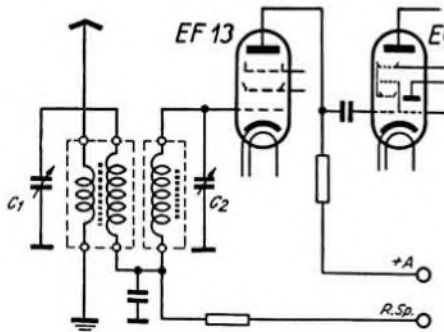
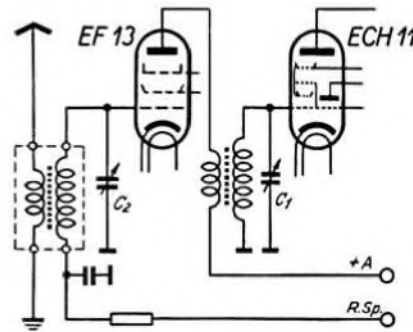
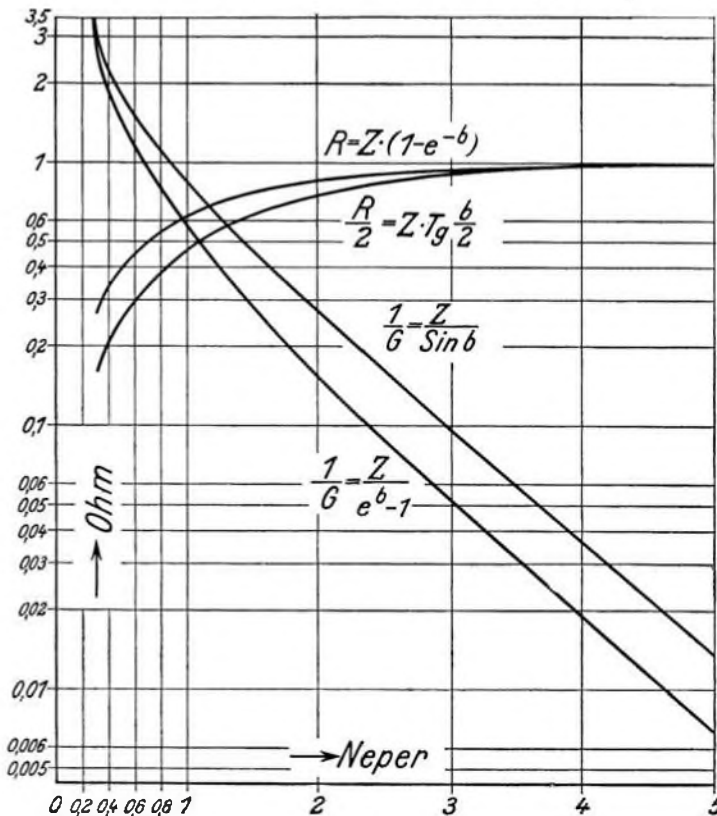

Bild 1. Bandfilter-Eingangsschaltung.
Bild 2. Eingangs- und Zwischenkreis.
Bild 3. Kurvenblatt zur Ermittlung der R- und  $\frac{1}{G}$ -Werte. Ohm = f (Neper).
kurzer Wellen sehr vorteilhaft auswirkt. Solche Schaltungen hat man bisher mit einfachem Eingangskreis versehen und zwischen die Eingangs- und Mischröhre einen Abstimmkreis geschaltet. Neuerdings werden jedoch andere Wege beschritten. Zum Empfang der Mittel- und Langwellen liegt entsprechend Bild 1, in dem der besseren Übersicht wegen nur ein Wellenbereich gezeichnet ist, zur Eingangsselektion ein Bandfilter vor der Eingangsröhre, während die Kopplung zwischen Eingangs- und Mischstufe über ein aus Kondensator und Widerstand bestehendes Kopplungsglied erfolgt. Zum Empfang kurzer Wellen wird eine hiervon abweichende Schaltung angewandt. Nach Bild 2 ist nur ein einfacher Eingangskreis vorhanden und zwischen Eingangs- und Mischröhre an Stelle des Kopplungsgliedes ein Abstimmkreis, bestehend aus Kondensator und Spule, geschaltet. Der Zweck dieser Schaltmaßnahme ist folgender: Legt man für Mittel- und Langwellen zwischen die Vor- und Mischröhre einen Abstimmkreis, so läßt sich hierdurch wohl die höchstmögliche Verstärkung erzielen. Leider tritt aber andererseits eine ganz unerwünschte Bandbescheidung ein, die eine Verschlechterung der Wiedergabe zur Folge hat. Verwendet man hingegen an Stelle des Abstimmkreises ein Kopplungsglied, so wird die Empfindlichkeits- und Trennschärfe-Steigerung nur soweit ausgenutzt, daß eine Verschlechterung der Wiedergabe nicht eintritt. Bei KW-Empfang tritt an die Stelle des Kopplungsgliedes ein Abstimmkreis, der die höchste Verstärkungsmöglichkeit gewährleistet und einwandfreien KW-Empfang sichert. Diese Maßnahme ist ohne Bedenken möglich, da eine Bandbescheidung im KW-Bereich nicht kritisch ist. Die praktische Ausführung einer nach vorstehenden Gesichtspunkten ausgeführten Schaltung ist aus Bild 3 ersichtlich. In der Eingangsstufe ist die rauscharme Röhre EF 13 vorgesehen. Die beiden Widerstände 140 kΩ und 210 kΩ am Schirmgitter der Röhre bewirken eine stark gleitende Schirmgitterspannung. Ersetzt man diese Widerstände durch zwei andere von je 80 kΩ, so erreicht man hierdurch ein schwächeres Gleiten der Schirmgitterspannung1). An Stelle der EF 13 ist auch die EF 11 verwendbar; die Widerstände von 140 und 210 kΩ wären dann gegen solche von 50 kΩ auszutauschen. Der Kathodenwiderstand für die EF 11 beträgt 250 Ω. Gegenüber der EF 13 ist bei der EF 11 das Schutzgitter bereits innerhalb der Röhre mit der Kathode verbunden. Das Eingangs-Bandfilter ist normal geschaltet und unterscheidet sich von der üblichen Schaltung lediglich dadurch, daß der erste Drehkondensator abschaltbar ist und einmal an den ersten Kreis des Eingangsbandfilters oder an den zwischen der EF 13 und ECH 11 liegenden KW-Abstimmkreis angeschlossen wird. Die vom Drehkondensator nach dem Wellenschalter, und von da nach den beiden Spulen führenden Leitungen sind möglichst kurz und vorsichtig zu verlegen, damit sie keinen induktiven Einflüssen unterworfen sind. Von einer Abschirmung dieser Leitungen ist abzuraten, da erhebliche Verluste bei KW-Empfang entstehen können.
kurzer Wellen sehr vorteilhaft auswirkt. Solche Schaltungen hat man bisher mit einfachem Eingangskreis versehen und zwischen die Eingangs- und Mischröhre einen Abstimmkreis geschaltet. Neuerdings werden jedoch andere Wege beschritten. Zum Empfang der Mittel- und Langwellen liegt entsprechend Bild 1, in dem der besseren Übersicht wegen nur ein Wellenbereich gezeichnet ist, zur Eingangsselektion ein Bandfilter vor der Eingangsröhre, während die Kopplung zwischen Eingangs- und Mischstufe über ein aus Kondensator und Widerstand bestehendes Kopplungsglied erfolgt. Zum Empfang kurzer Wellen wird eine hiervon abweichende Schaltung angewandt. Nach Bild 2 ist nur ein einfacher Eingangskreis vorhanden und zwischen Eingangs- und Mischröhre an Stelle des Kopplungsgliedes ein Abstimmkreis, bestehend aus Kondensator und Spule, geschaltet. Der Zweck dieser Schaltmaßnahme ist folgender:
Rechts: Bild 3. Vollständige Eingangsschaltung mit Bandfiltereingang und Vorröhre.
Bild 1 a. Ersatzschaltung des L-Reglers.
Bild 1 b. Schematische Schaltung des L-Reglers (Anpassung nach dem Eingang).
Bild 1 c. Schematische Schaltung des L-Reglers (Anpassung nach dem Ausgang).
Die Berechnung der Regler ist — abgesehen davon, daß man Tabellen der e- und Hyperbelfunktionen zur Hand haben muß — ziemlich langweilig. Wir haben deshalb die R- und G-Werte für  $Z = 1 \Omega$  in einem Kurvenblatt (Bild 3) wiedergegeben, an dem die Werte für die gewünschten Dämpfungsstufen mit für die Praxis hinreichender Genauigkeit einfach abgelesen werden können. Für jeden in Frage kommenden Anpassungswiderstand (Z) brauchen die Werte nur mit dem Z-Wert multipliziert zu werden und lassen sich mühelos errechnen. An Hand von zwei Beispielen soll der Gang der Rechnung veranschaulicht werden.
1. Beispiel: Ein L-Regler nach Schaltung 1a und b soll zwischen Ausgangsübertrager und Schwingpule eines permanentdynamischen Lautsprechers geschaltet werden. Sekundärwicklung des Ausgangstransformators sowie Schwingpule sind auf  $4 \Omega$  angepaßt. Die im Kurvenblatt (Bild 3) zu findenden Werte sind also mit 4 zu vervielfachen. Der Regler soll 6 Stufen zu je 0,5 N erhalten (höchste Dämpfung demnach 3 N) sowie eine Abschaltstellung.
Nach Bild 3 finden wir folgende Werte:
Nach dem Kurvenblatt (Bild 3) ergeben sich folgende Werte: